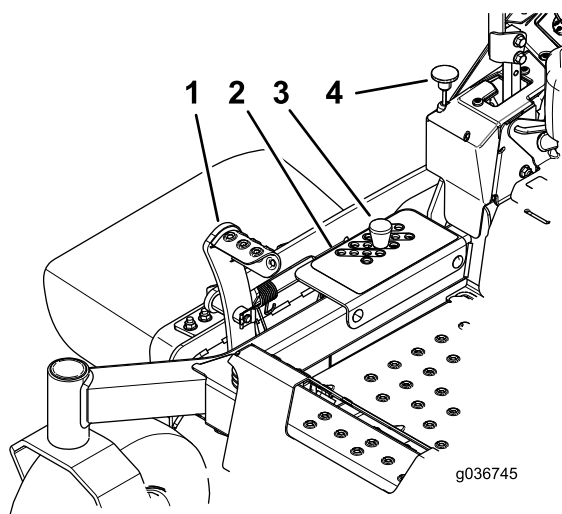

Bild 29
2. Treten Sie mit dem Fuß auf das Mähwerkhubpedal und heben Sie das Mähwerk in die TRANSPORT-Stellung an (d. h. die Schnitthöhe von 127 mm), wie in **Bild 29** abgebildet.
3. Entfernen Sie den Stift aus der Schnitthöhenhalterung (**Bild 29**).
4. Wählen Sie ein Loch in der Schnitthöhenhalterung, das der gewünschten Schnitthöhe entspricht, und stecken Sie den Stift ein (**Bild 29**).